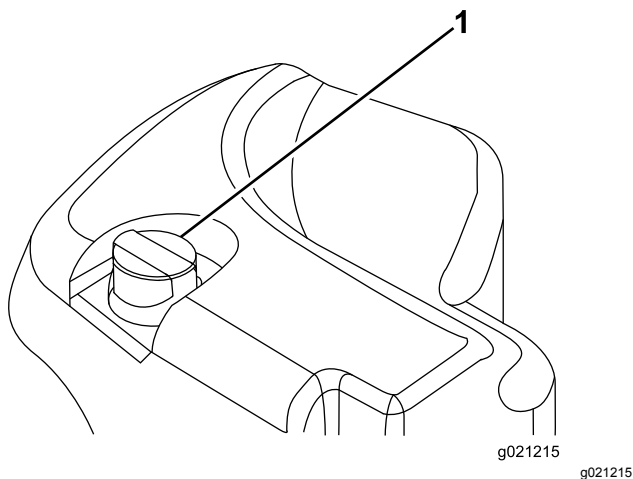

図 30
2. 油圧オイルタンクの注油口周辺をきれいに拭く(図 30)。給油口からキャップを取る。